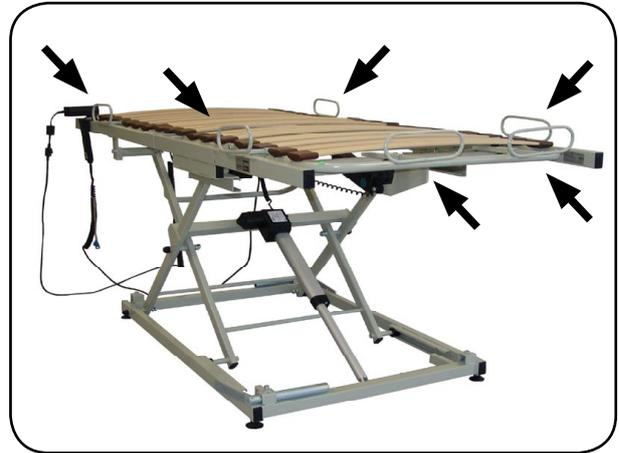

Abb. 6.1.08 - aks-B4c mit montierten Matratzenhaltern
15. Fügen Sie die Matratzenhalter umgedreht wieder in die Halterung und drehen Sie die Schrauben, an den seitlichen Matratzenhaltern im Abstand von 90 cm oder 100 cm und an den fußseitigen Matratzenhalter im Abstand von 190 cm oder 200 cm, fest. (Abbildung 6.1.08).